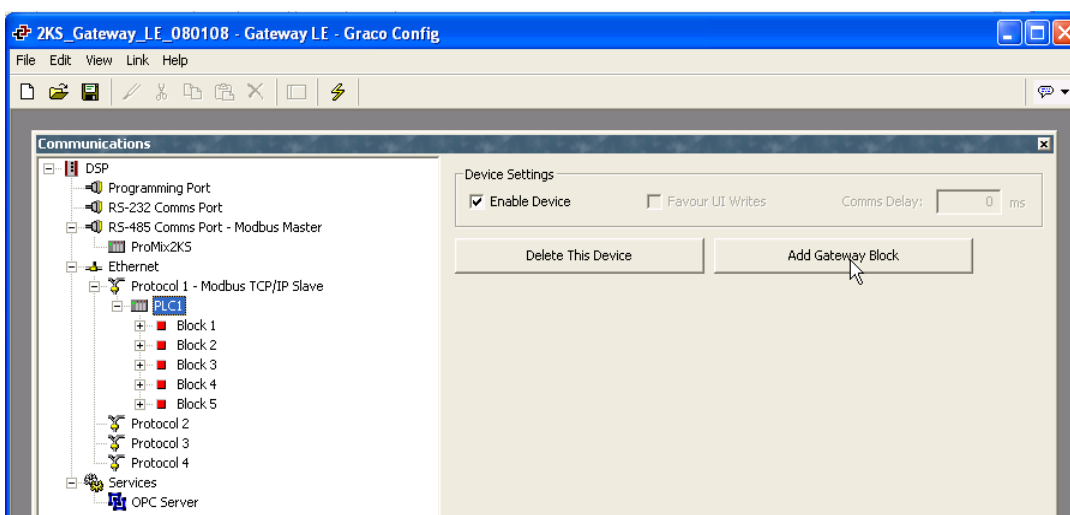

FIG. 22: Adición de bloques de Gateway
4. Vea la FIG. 22. Agregue tantos bloques de Gateway como se desee para cada dispositivo.